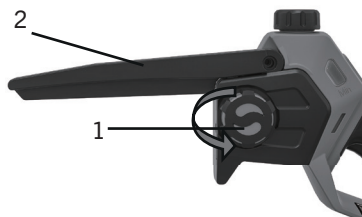

FIG. 4
2. Tournez le bouton du couvercle de pignon (1) dans le sens inverse des aiguilles d'une montre pour retirer le couvercle de pignon (2) (Fig. 4).